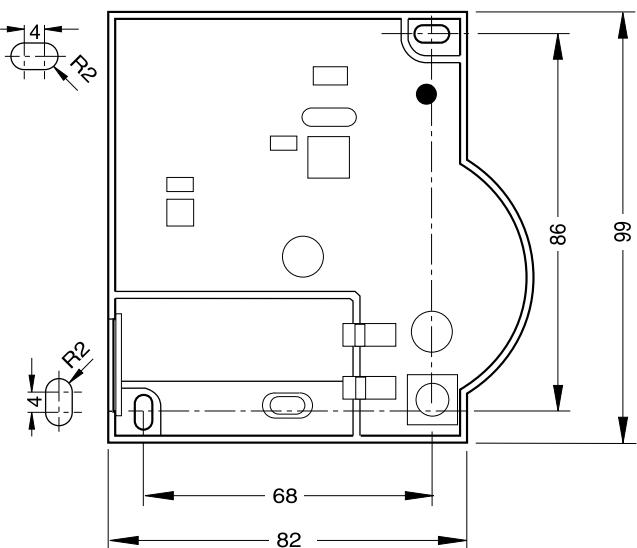

Abb. 3: Bohrschema (Angaben in mm)
- Zeichnen Sie die Bohrlöcher nach dem Bohrschema (siehe Abb. 3).